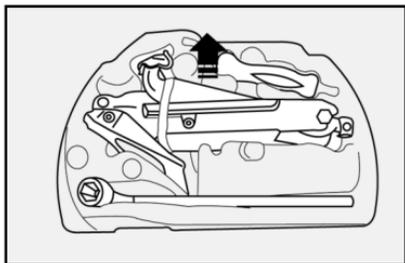
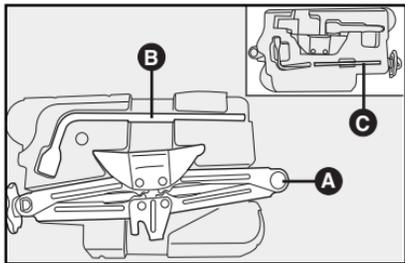

fig. 20
fig. 21
13) Ponga el crique en el portaherramientas **fig. 20 o fig. 21**, encajándolo de modo a evitar vibraciones o que se suelte durante la marcha y coloque el portaherramientas en el sitio apropiado.